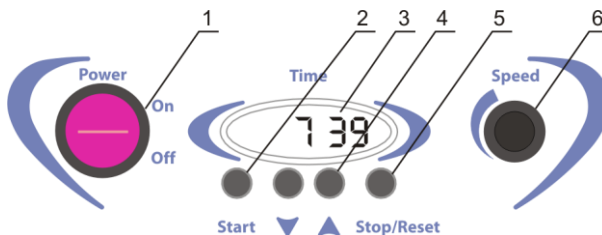

Fig.1 Panneau de configuration
- 4.3. Mettez sous tension en positionnant l'interrupteur d'alimentation (Power) sur ON (Fig.1/1) (l'indicateur du minuteur (Fig.1/3) s'allumera).
- 4.4. Utilisez les touches ▲ et ▼ (Fig.1/4) pour régler la durée de travail. La durée programmée s'affiche dans l'indicateur du minuteur en heures et en minutes (hh:mm).
- 4.5. Appuyez sur la touche **Start** (Fig.1/2). La plate-forme se mettra à exécuter un mouvement de balancement et le minuteur commencera à décompter l'intervalle de temps. L'écran du minuteur affiche la durée écoulée: jusqu'à 1 heure — en minutes et en secondes (mm:ss), après 1 heure — en heures et en minutes (hh:mm).
- 4.6. Suivez les recommandations pour régler la vitesse d'agitation en utilisant le bouton Speed (Fig 1/6)
- 4.9. Si nécessaire, l'appareil peut être arrêté avant que la durée programmée ne se soit écoulée en appuyant sur la touche **Stop** (Fig. 1/5). L'indicateur de durée affichera la durée de fonctionnement de l'agitateur pendant 20 secondes, puis il passera à la durée programmée.